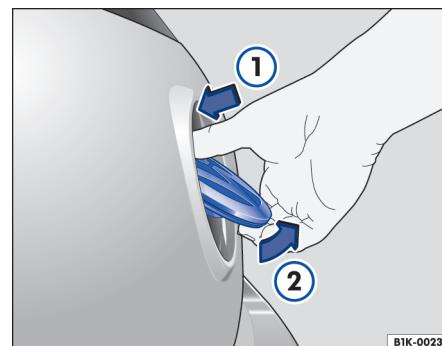

图 53 从车外打开行李厢盖。
- 用大拇指按压 VW 标记的上部→图 53 (箭头①)，使标记的下端弹出。
- 抓紧标记下端，打开行李厢盖→图 53 (箭头②)。